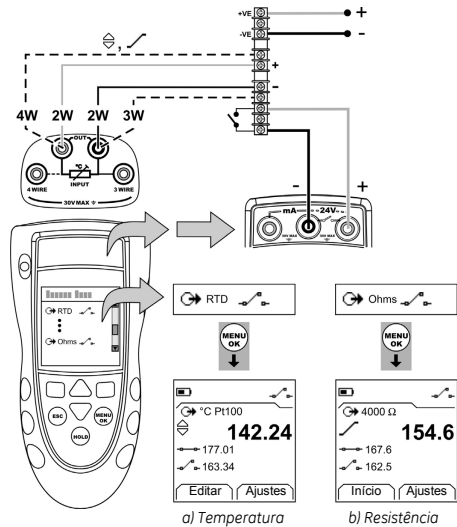

Figura 6: Exemplo de configuração – Teste de chave
1. Conecte o instrumento (Figura 6) e, se necessário, ajuste o *Conf.* (Tabela 1).